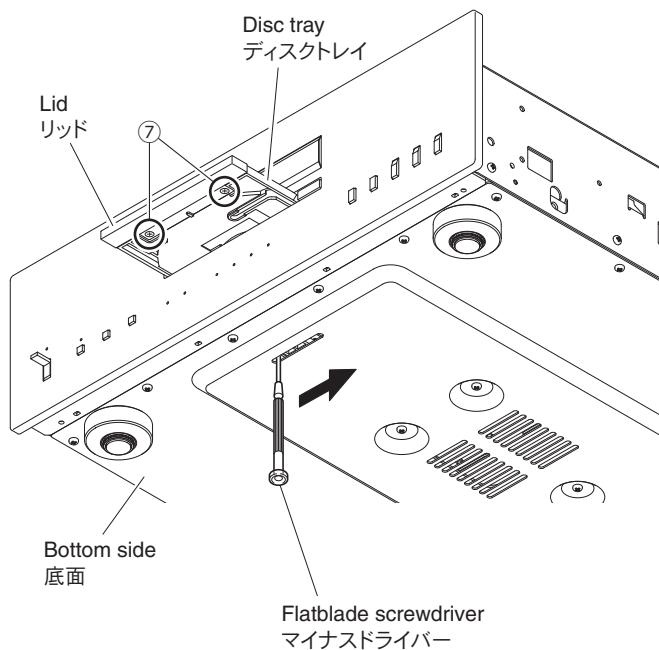

Fig. 2
- a. Using a flatblade screwdriver, move the slider at the bottom in the direction of the arrow shown below. (Fig. 2)
- c. Remove 2 screws (⑦) and then remove the lid. (Fig. 2)
- a. マイナスドライバーで底面のスライダーを下図の矢印の方向に動かします。 (Fig. 2)
- c. ⑦のネジ2本を外し、リッドを外します。 (Fig. 2)